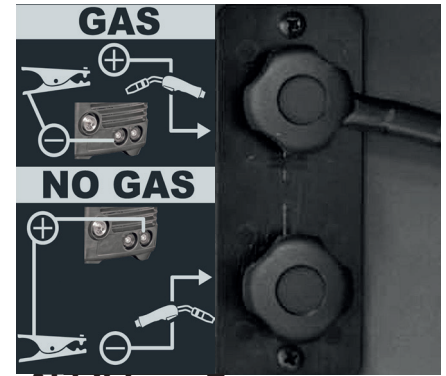

Abbildung 7
- Schließen Sie das Kabel vom Drahtvorschub im Schweißgerät auf "No Gas" an (siehe Bild 7)
- Schließen Sie das Kabel vom Drahtvorschub im Schweißgerät auf "Gas" an (siehe Bild 7)